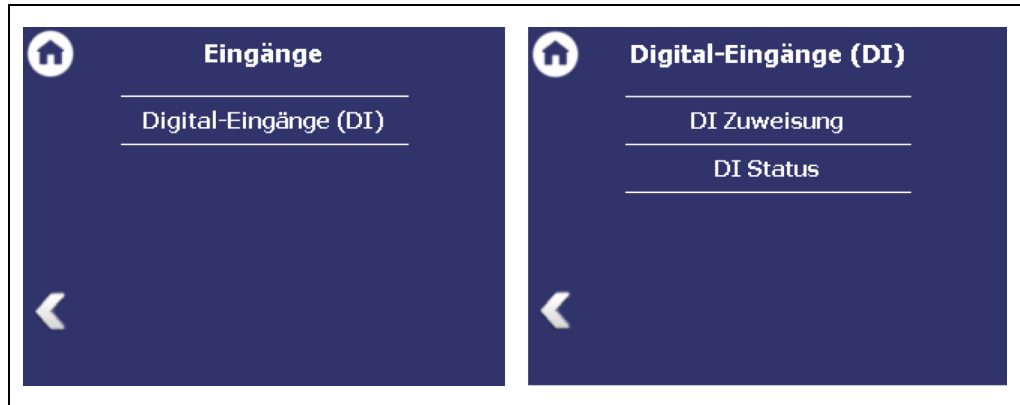

Abb. 81 Menü „Eingänge“; Untermenü „Digital-Eingänge (DI)“
1. Aktivieren Sie das Auswahlkästchen (Abb. 81, Pos. 1).
2. Klicken Sie auf den Auswahlpfeil (Abb. 81, Pos. 2), um das Datum einzustellen.
3. Klicken Sie auf das Jahr (Abb. 81, Pos. 3), um mit den Pfeiltasten das Jahr auszuwählen.